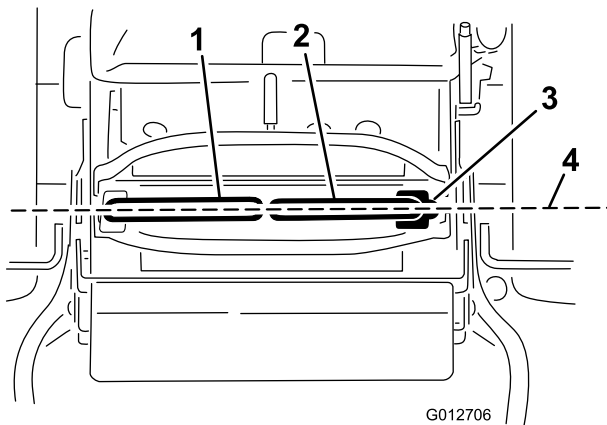

Bild 70
Wichtig: Stellen Sie sicher, dass die Spur des Rasenmähers nach dem Einstellen der Fahrtriebshebel richtig ist. Stellen Sie die Spur ein und nivellieren Sie gleichzeitig die Fahrtriebshebel in der Längsrichtung (Bild 70).
1. Nach der seitlichen Ausrichtung müssen Sie die Ausrichtung in Längsrichtung prüfen; drücken Sie die Bedienhebel etwas nach vorne, um das Spiel im Gestänge der Bedienhebel zu entfernen (Bild 70).